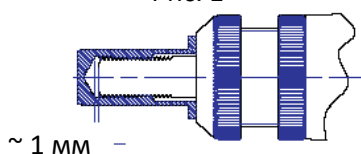

Рис. 2
Для регулирования пользуйтесь гайками (1) и (2). Оставьте зазор 1 мм для полной затяжки гаек (см. рис. 2).